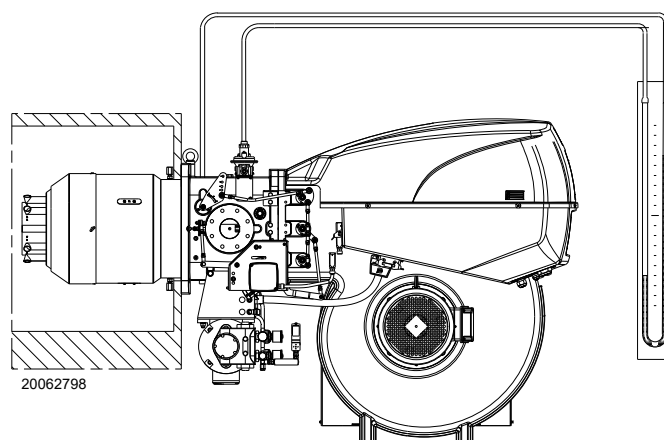

Fig. 31
- Monter un manomètre en U ou un manomètre de type différentiel (Fig. 31), avec prise (+) sur la pression du gaz du manchon et (-) dans la chambre de combustion. Ceci sert à obtenir approximativement la puissance MAX. du brûleur.
L'arrivée de gaz au manchon est mise en évidence sur le manomètre en U (Fig. 31).